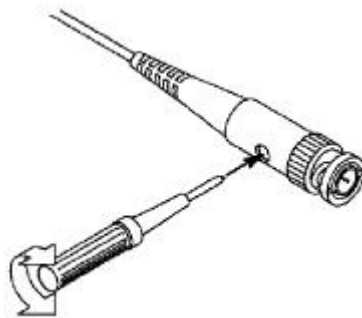

Figura 3-3: Regolazione della sonda
- 2、 Controllare l'onda visualizzata e regolare la sonda fino a quando la compensazione non sia corretta. Vedi figura 3-2, figura 3-3.